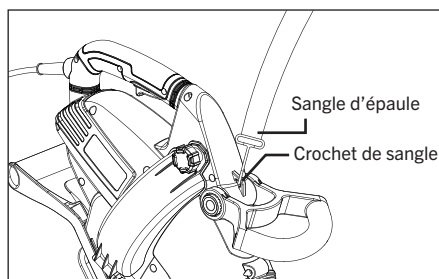

FIG. 1
1. Fixez la sangle d'épaule au crochet situé sur le dessus du souffleur, comme illustré (Fig. 1).